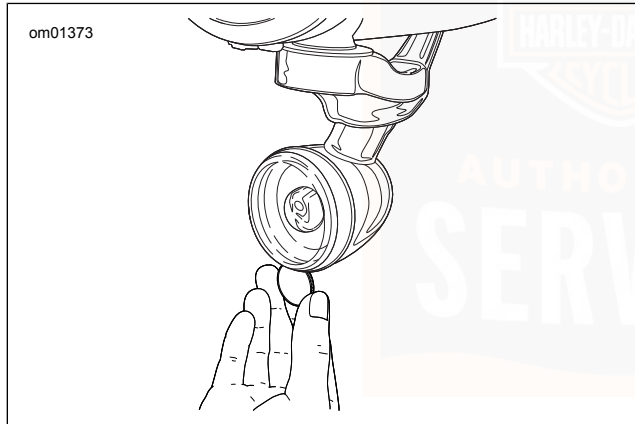

Abbildung 100. Kerbe in der Streuscheibe
1. Siehe Abbildung 100. Eine Münze oder die Klinge eines kleinen Schraubendrehers in die Kerbe an der Unterseite der Streuscheibe einsetzen. Vorsichtig drehen, bis der Streuscheibendeckel aus dem Lampengehäuse herauspringt.